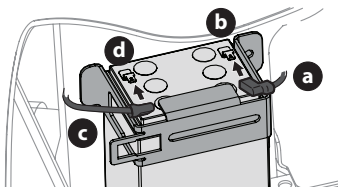

Figura 18
1. Enchufe el cable rojo (a) en el borne positivo de la batería (b) (Figura 18).
2. Enchufe el cable negro (c) en el borne negativo de la batería (d) (Figura 18).